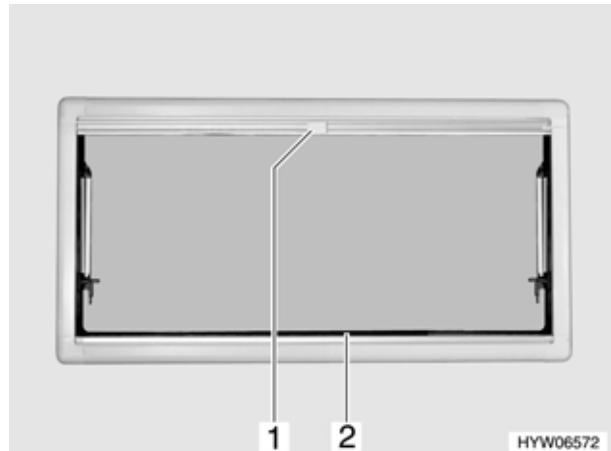

Bild 61 Ausstellfenster
- Die Faltverdunklung (Bild 61,2) in der Mitte der Griffleiste fassen, von unten nach oben ziehen und auf der gewünschten Höhe loslassen. Die Faltverdunklung bleibt in dieser Höhe stehen.
- Insektenenschutzrollo (Bild 61,1) am Griff nach unten ziehen, bis es an der Faltverdunklung (Bild 61,2) anstößt.
- Griff am Insektenenschutzrollo (Bild 61,1) drücken.